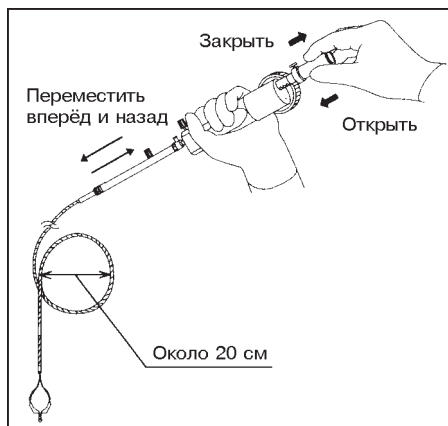

Рис. 3.6.
- 1.** Удерживая инструмент и BML-инструментальную рукоятку, как показано на рис. 3.6, вводимую часть сверните в петлю диаметром около 20 см.